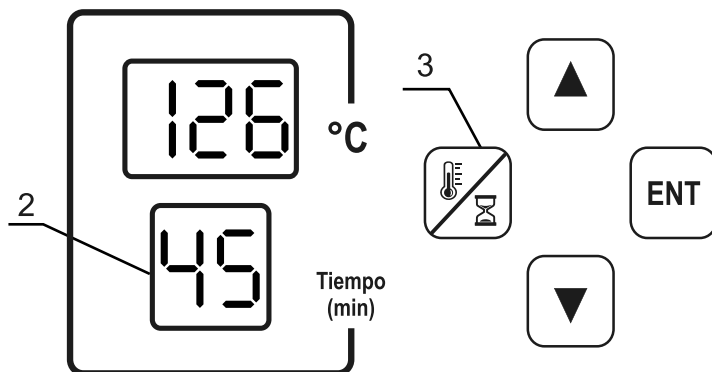

Figura 9.
- La pantalla (1) mostrará la temperatura actual del interior del autoclave, una vez se inicie el ciclo de esterilización.
Presione el botón  (3) hasta que la pantalla (2) comience a parpadear, utilizar las flechas  y  para aumentar o disminuir el tiempo deseado (Figura 9).